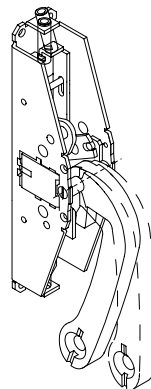

FIG. 8
- 6) **N.B. in the event of assembling the panic exit device together with multiple additional locking units**, mount the ends of the rods in the main casing keeping the stirrup bracket pressed down (Fig. 8)
- 6) **N.B. Voor montage van het anti-paniekslot in combinatie met meerpuntsluitingen met bijzetsloten** de uiteinden van de stangen in de hoofdkast monteren door de hendel van de duwstang ingedrukt te houden (afb. 8).